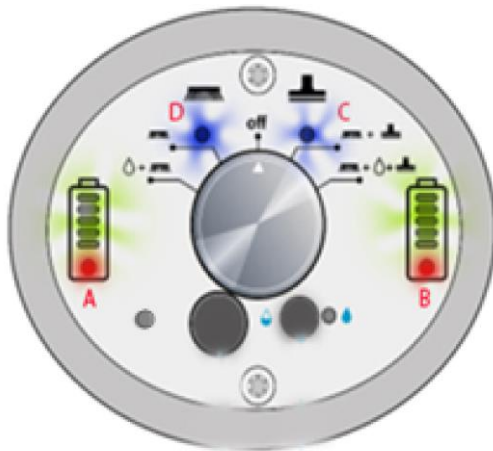

Figura 23d
2. Para um estacionamento de curta duração da máquina, a i-mop® tem um temporizador incorporado para gerir e garantir a sua durabilidade nas escovas. O operador não deve estacionar a máquina durante demasiado tempo nas escovas para evitar danos nas escovas. O ecrã começa a acender-se como indicado na **figura 23d**. Após 9,5 minutos, as luzes indicadas em A,B,C,D começam a piscar.